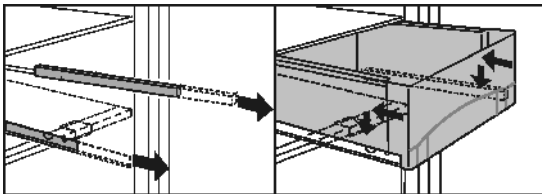

Fig. 29
- ▶ Снятие крышки ящика: Крышку выдвижного ящика Fig. 29 (2) с регулятором влажности при выдвинутых ящиках осторожно потяните вперед и снимите вниз.